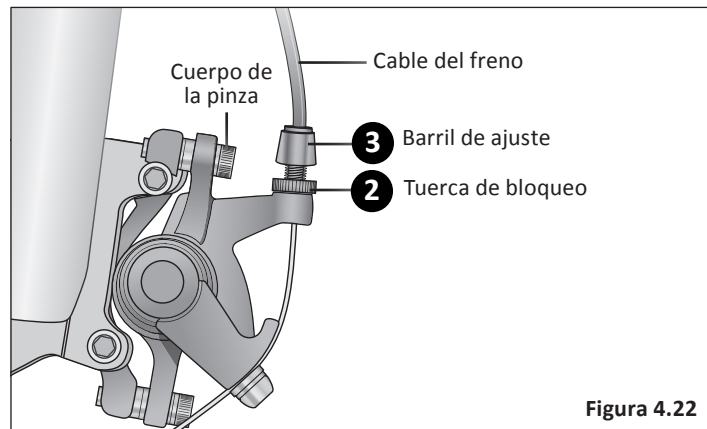

Figura 4.22
- 2 En el cuerpo de la pinza o maneta de freno, afloje ligeramente la contratuerca que está al lado del barril de ajuste. **Figura 4.22**
- 1 **Temblores:** Apriete el freno delantero y empuje el manillar atrás y adelante, adelante y atrás. O, si la bicicleta está en un soporte de montaje y se ha quitado la rueda delantera, empuje y tire de las horquillas. Si siente una sensación de golpeteo o "sonido metálico" significa que el juego de dirección está demasiado flojo. **Figura 4.22**